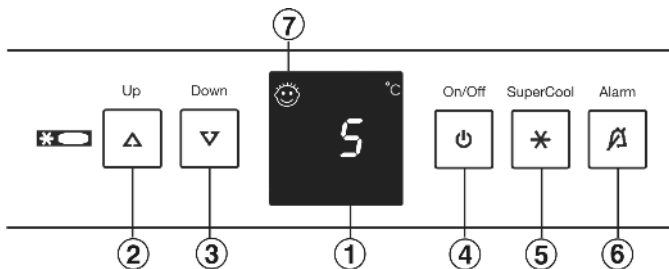

Fig. 2
- ▶ Toets On/Off Fig. 2 (4) indrukken.
- ▶ Instelmodus activeren: druk gedurende ca. 5 sec. op de toets SuperCool Fig. 2 (5).
- ▶ Met insteltoets Up Fig. 2 (2) en insteltoets Down Fig. 2 (3) h kiezen.
- ▶ Bevestigen: druk kort op de toets SuperCool Fig. 2 (5).
- ▶ Display helderder instellen: druk op de insteltoets Up Fig. 2 (2).